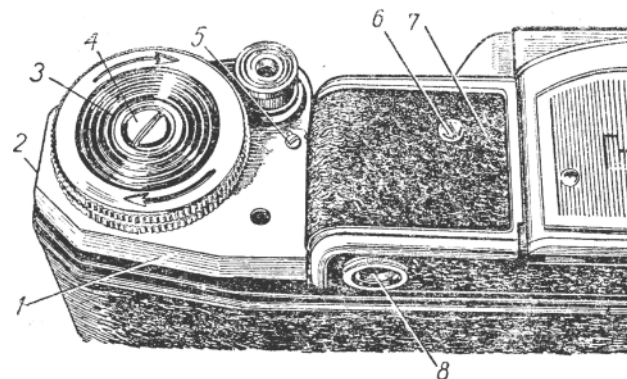

Рис. 32. Наружные детали узла перемотки и блокировки.
Пленка в аппарате перематывается при помощи механизма перемотки (рис. 32 и 33), работа которого связана с механизмом блокировки спуска.
Механизм перемотки и блокировки состоит из рукоятки перемотки 3 (рис. 32), фигурного уступа 1 (рис. 33), пружины 2, плато 5, плечика фрикциона 4, пружины 6, нижнего фрикциона 7, верхнего фрикциона 5, оси перемотки с перекладиной 9, рычага 10, спусковой пластины 11 и кнопки спуска 12.
Принцип работы механизма перемотки и блокировки. При вращении рукоятки перемотки 3 (рис. 32) по часовой стрелке пленка транспортируется и наматывается на катушку. Нижний фрикцион 7 (рис. 33,а) передает вращение верхнему при помощи пружины, расположенной между ними. Палец верхнего фрикциона 8 входит в отверстие на рукоятке перемотки, вращение которой передается фрикциону. Вместе с тем каждый из них может вращаться самостоятельно, т. е. один фрикцион можно вращать, преодолевая усилие пружины и удерживая от вращения второй.
Плато 3 поворачивается до тех пор, пока контрольная красная метка фигурного уступа 1 появится в отверстии щитка 1 (рис. 32) и механизм окажется в положении «на
Неисправности механизма. 1- Загрязнение и коррозия деталей, вызванная попаданием влаги. Если рычаг 10 (рис. 33,а) плохо поворачивается на своей оси, механизм блокировки выходит из строя. Следует частично разобрать механизм, почистить рычаги, смазать оси и трущиеся поверхности. При разборке прежде всего отвинчивают винт 4 (рис. 32), снимают рукоятку перемотки 3, отвинчивают верхний и боковой крепежные винты 2 и 5 и снимают защитный щиток 1. Сборка производится в обратном порядке.
2. Механизм перемотки работает правильно, пленка протягивается, однако красная метка не появляется в отверстии щитка 1 и блокировка спуска не открывается. Снимают верхний щиток 1 (рис. 32) и проверяют взаимодействие фрикционов 7 (рис. 33,а) и 8. Вращая верхний фрикцион рукой по часовой стрелке, следят, вращается ли фрикцион 7 и тянет ли он рычаг 10. Если сила трения между фрикционами недостаточная, верхний фрикцион не может повернуть нижний. Устраняют неисправность, усилив пружину между фрикционами. Для этого снимают оба фрикциона. Отвинтив верхний фрикцион и увеличив изгибы пружины, устанавливают фрикционы на место.
4. Сломалась головка винта 4 (рис. 32), которым крепится рукоятка 3. Извлекают часть винта, которая осталась в оси перемотки 9 (рис. 33,а). Остаток винта высверливают или распиливают ось 9 лобзиком посередине на глубину 1—2 мм. В образовавшийся шлиц вставляют отвертку и вывинчивают винт. После этого головку 3 (рис. 32) крепят новым винтом.
5. Выпал поводок из оси перемотки. Рукоятку 3 (рис. 32) снимают и вынимают ось перемотки 9 (рис. 33,а). Пружина тормоза, находящаяся на оси, не до-